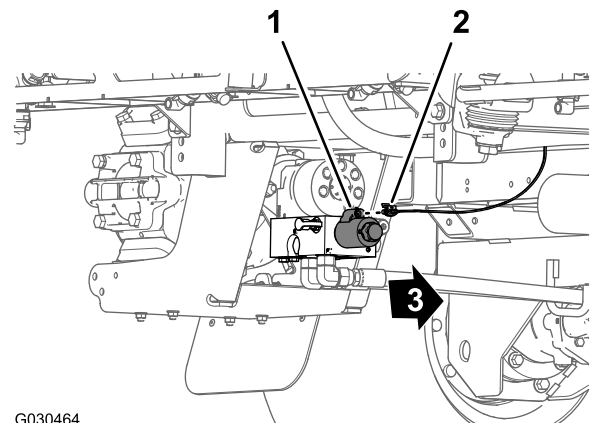

图134
- 在机器后部打药泵的内侧将 86cm 线束支管标有打药泵螺旋线圈的 2 插槽接头接入泵继电器的 2 针接头图134。